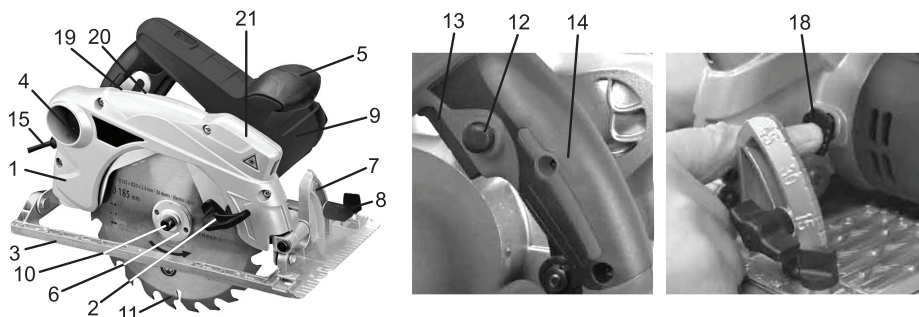

рис. 1
3.1 Общий вид пилы дисковой представлен на рис. 1
Перед установкой глубины пропила выньте вилку из розетки питающей сети. Ослабьте фиксатор уровня глубины пропила 19 (рис. 1) на задней стороне пилы. Зафиксируйте основание пилы 3 (рис. 1) и потяните электродвигатель пилы 9 (рис. 1) вверх. Выставьте необходимую глубину пропила по шкале 20 (рис. 1). Глубина пропила должна быть на 3 мм больше, чем толщина обрабатываемого образца.
Пила оснащена упором для параллельного реза для пропила параллельно кромке распиливаемого материала. В передней части основания пилы 3 (рис. 1) существует отверстие, в которое сбоку вставляется упор. Упор фиксируется с помощью винта 17 (рис. 1).
Перед заменой пильного диска выньте вилку из розетки питающей сети. Во избежание порезов используйте специальные перчатки. Удерживая ключом фланец 6 (рис. 1) открутите винт 10 (рис. 1), снимите фланец, а затем пильный диск. Перед установкой нового пильного диска, убедитесь, что направление стрелки на пильном диске совпадает с направлением стрелки на неподвижном кожухе.